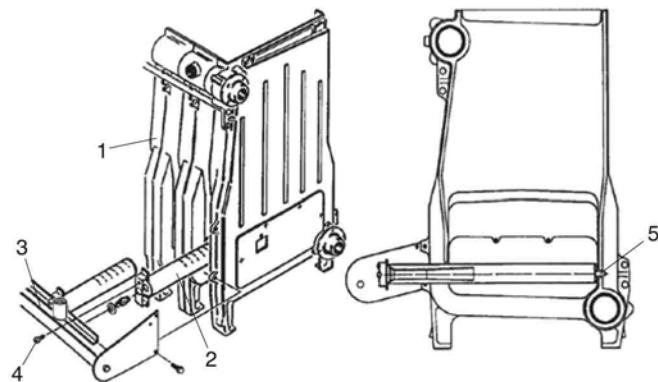

Рис. 3.9
После установки коллектора горелок (3) вставьте горелки (2) одну за одной внутрь камеры сгорания в корпусе котла (1). Следите за тем, чтобы прорези горелок, через которые выходит газ, были обращены вверх. Сдвиньте с усилием таким образом, чтобы суппорт (5) горелки зашёл в отверстие, выполненное в чугунной стенке, разделяющей элементы (Рис. 3.9). Закрепите горелку на коллекторе с помощью винта с выпуклой цилиндрической головкой M5x8 (4).